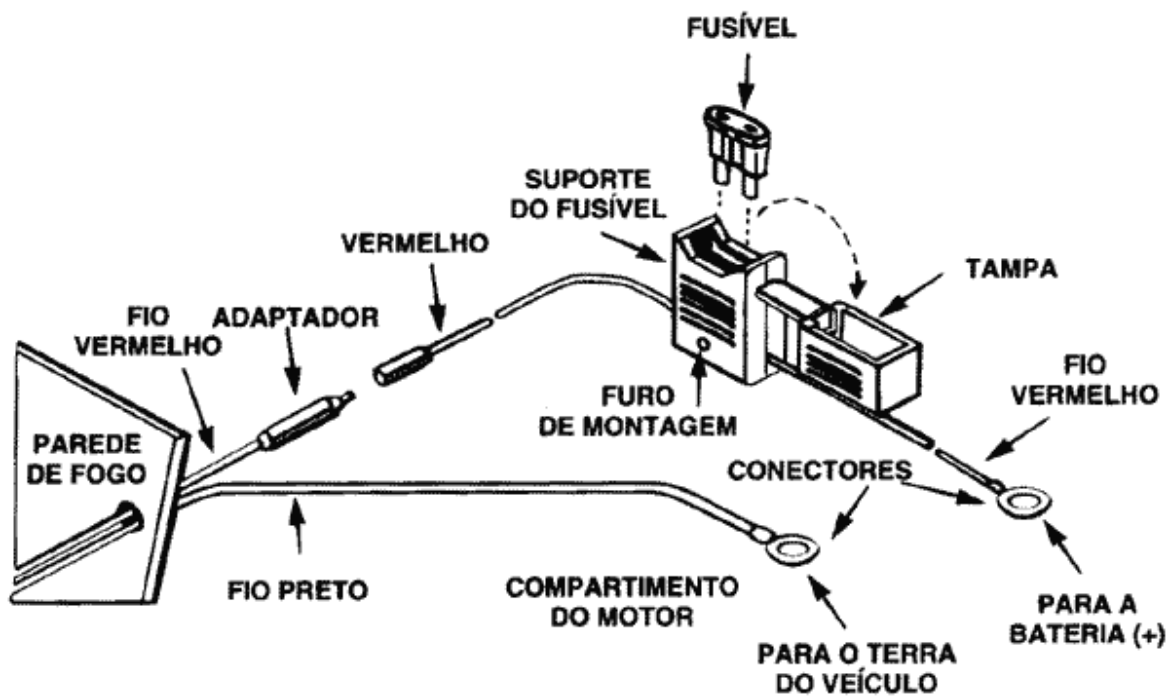

Figura 2. Montagem do Cabo de Força
5. Instale os terminais (fornecidos) nas pontas desencapadas do cabo preto e do cabo vermelho como mostrado na Figura 2.
6. Posicione o suporte do fusível o mais próximo possível da bateria e longe de componentes quentes do motor. Monte o suporte do fusível usando o furo existente no mesmo. Conecte o conector do cabo vermelho do suporte do fusível ao fio vermelho do cabo de força como mostrado na Figura 2.
9. Instale o fusível como mostrado na Figura 2.